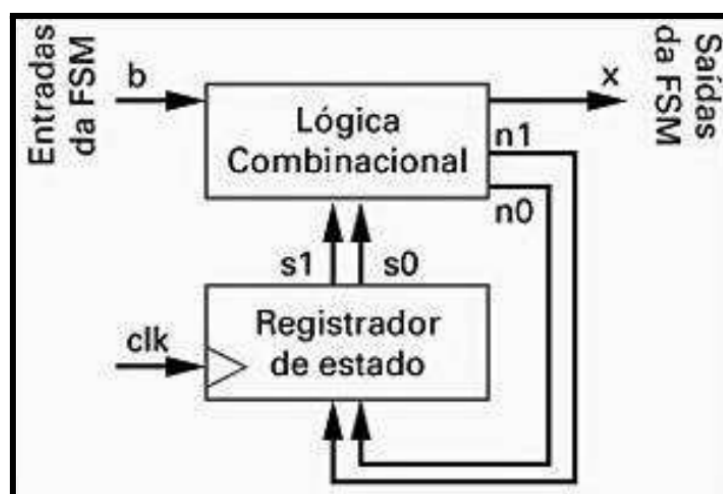

Figura 6 - Arquitetura de bloco de controle padrão para o temporizador laser.
Passo 2 - Crie a arquitetura. A arquitetura do bloco de controle padrão para a FSM do temporizador de laser está ilustrada na Figura 6. O registrador de estado tem dois bits de largura para representar cada um dos quatro estados. A lógica combinacional tem a entrada externa b e as entradas $s1$ e $s0$ que vêm do registrador de estado, e tem a saída externa x e as saídas $n1$ e $n0$ que se dirigem ao registrador de estado.
A arquitetura VHDL descreve o comportamento da entidade. Ela consiste em dois processos, um que modela o registrador de estado e outro que modela a lógica combinacional. Os dois formam a arquitetura padrão do bloco de controle da Figura 6.
O segundo processo descreve a lógica combinacional do bloco de controle. Esse processo denominado *comblogic* é sensível às entradas da lógica combinacional da Figura 6, especificamente, às entradas externas (nesse caso, *b*) e as saídas do registrador de estado (*currentstate*). Quando qualquer um desses sinais da lista de sensibilidade sofre uma alteração, o processo coloca o valor apropriado do estado atual na saída *x*, neste caso, da FSM. O processo também determina qual deve ser o estado seguinte, baseado no estado atual e nos valores das entradas (isto é, nas condições das transições da FSM). Na próxima borda de subida do relógio, o próximo estado será carregado no registrador de estado pelo processo do registrador de estado.